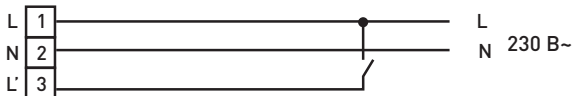

Рис. 4
6.8.4 Монтаж светильника на подвесах (рисунок 4) производится при помощи скоб монтажных 1, входящих в комплект изделия, и тросов 2 (тросы в комплект не входят).